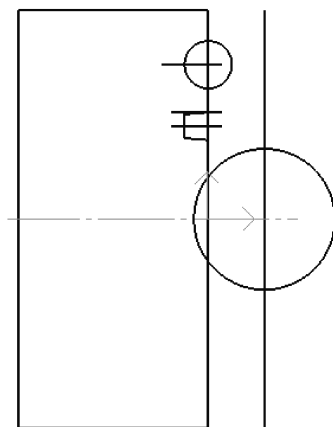

图8-70 绘制 R14.85 端面槽轮廓
2) 绘制 R14.85mm 端面凹圆弧。在菜单栏中选择【绘图】→【圆】命令,或者单击【绘图工具】工具栏中的 $\odot$ 按钮,在弹出的立即菜单中选择【圆心_半径】、【半径】和【无中心线】选项,状态栏中提示圆心点应在绘图区,捕捉 $\phi 88\text{mm}$ 外圆中心线与辅助线的交点,单击【确定】按钮,输入半径“14.85”后单击【确定】按钮,即可绘制出 R14.85mm 圆弧,如图8-70所示。